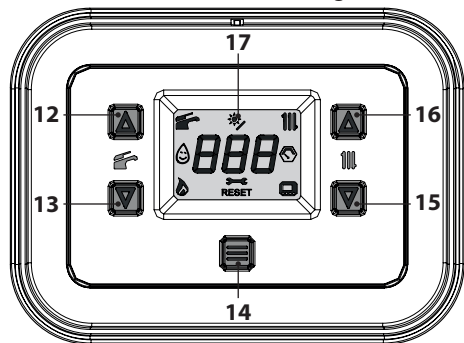
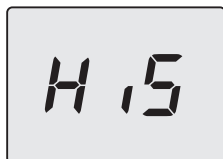

Figura 8.1
Figura 8.2
- Entrare in "modalità programmazione" premendo contemporaneamente per 5 secondi i tasti 13 e 15 (Figura 8.1) fino a far apparire sul display LCD le lettere **HiS** che indicano il menu "Storico delle caldaia" (Figura 8.2).
- Premere per 1 sec. il tasto 14 (Figura 8.1) per entrare nel parametro selezionato. Il display visualizzerà quanto segue (Figura 8.5).
- Premendo il tasto 14 (Figura 8.1) si ottiene la conferma del valore inserito. Il display visualizzerà per 5 sec. quanto segue (Figura 8.7) poi, si porterà al livello superiore.
- Premendo contemporaneamente i tasti 13 e 15 (Figura 8.1) si esce senza modificare il valore (ritorno al livello precedente Figura 8.4).
- tenere premuti contemporaneamente i tasti 13 e 15 per 5 sec. (Figura 8.1) (ritorno al livello precedente).